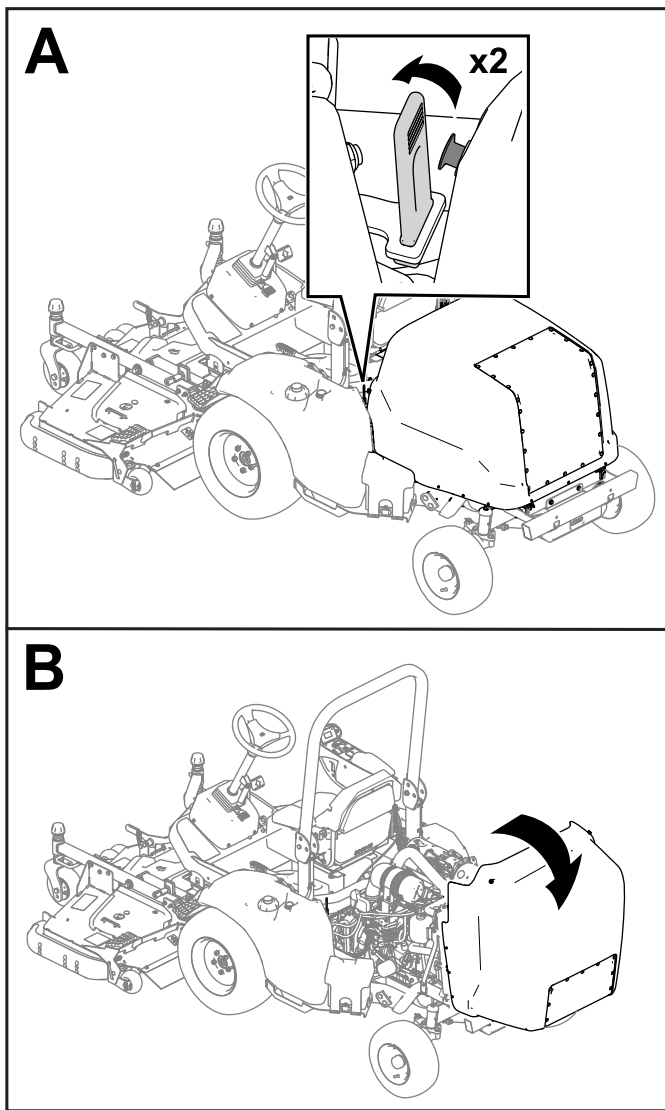

Figura 41
1. Rilasciate le cinghie su ciascun lato della macchina (Figura 41).
2. Sollevate il cofano (Figura 41).